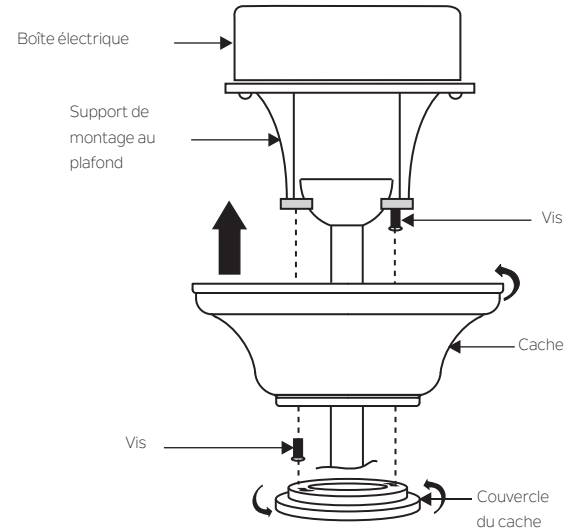

Fig. 15
**Étape 2.** Faites glisser le cache jusqu'au support de montage et placez l'une des fentes en forme de trou de serrure au-dessus de la vis de montage sur le support de montage. Tournez le cache jusqu'à ce que la tête de la vis soit verrouillée en place à la section étroite du trou de serrure. Voir la figure 15.
**REMARQUE:** Régler les vis du cache au besoin jusqu'à ce que le cache et le couvercle du cache soient ajustés correctement. (Fig. 15)